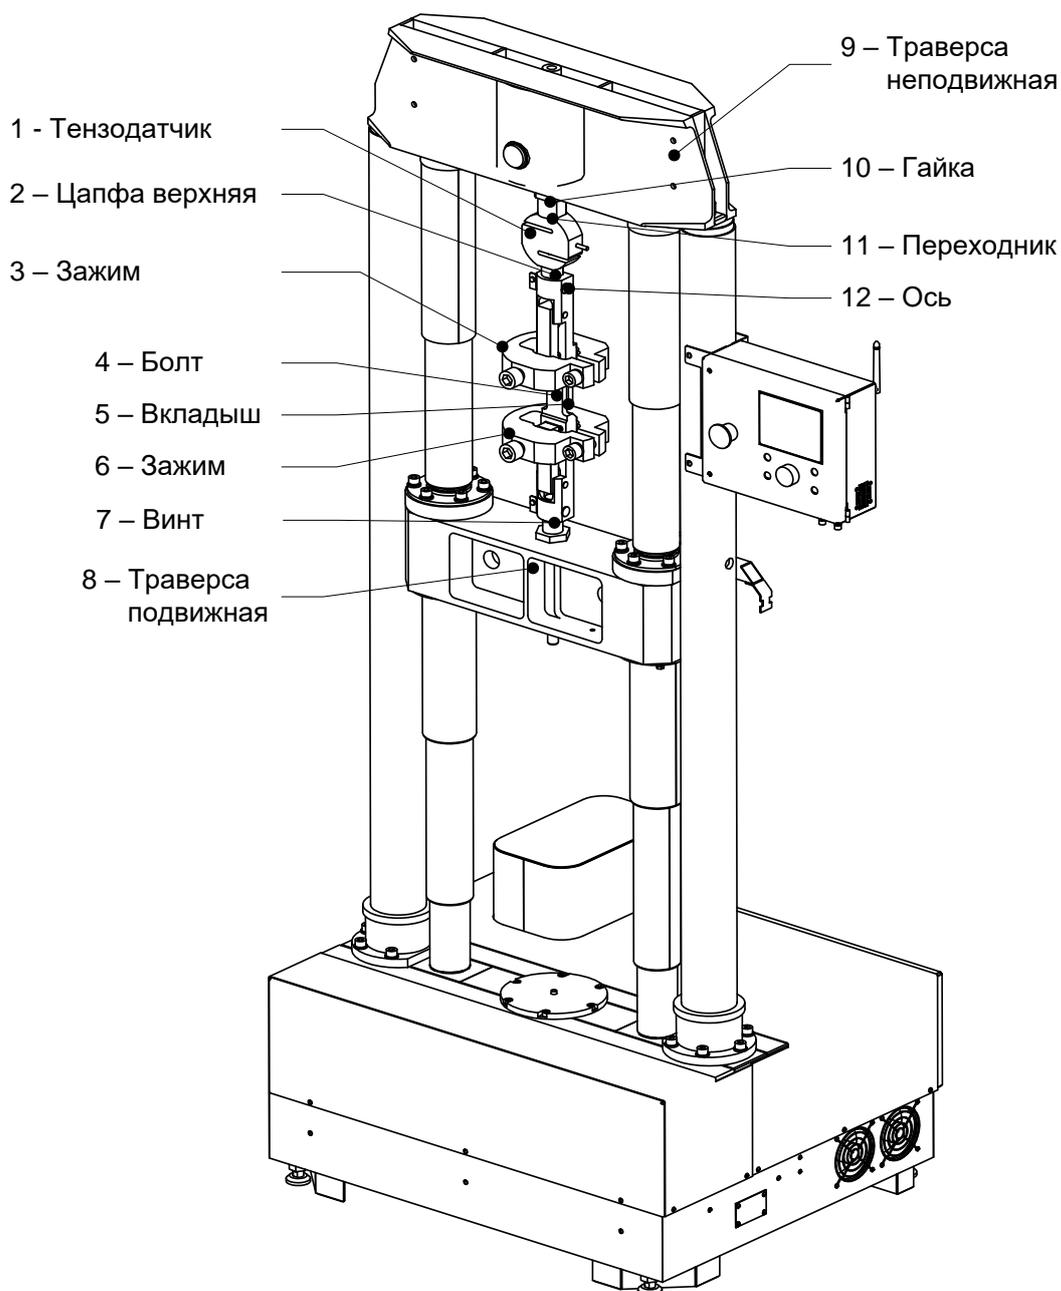

Рисунок 1 – Общий вид зажимов, установленных в МРП-20
2.3.1 Траверсу подвижную 8 опустить вниз (рис.1).
2.3.2 Верхний зажим 3 закрепить к тензодатчику 1 с помощью цапфы верхней 2, установить в отверстие ось 12 (рис.1).
2.3.3 Нижний зажим 6 закрепить к траверсе подвижной 8 с помощью винта 7, установить в отверстие ось 12 (рис.1).
2.3.4 Траверсу подвижную 8 поднимать до тех пор, пока расстояние между зажимами не составит 100 мм (рис.1). Расстояние можно измерить, например, с помощью измерительной линейки 500 мм ГОСТ 427;
2.3.5 Зажать один конец образца в верхнем зажиме 3 (рис.1) завинчивая винт с помощью комбинированного ключа.
- 2.3.6 Зажать другой конец образца в нижнем зажиме 6 (рис.1) завинчивая винт с помощью комбинированного ключа, избегая провисания или натягивания образца.